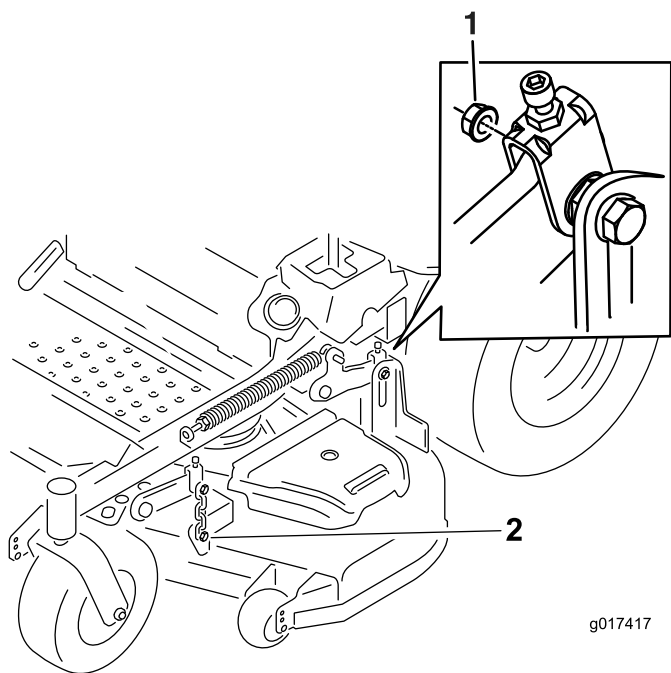

Figura 83
- Rimuovete e conservate la bulloneria su ambo i lati del piatto di taglio come mostrato in (Figura 83).